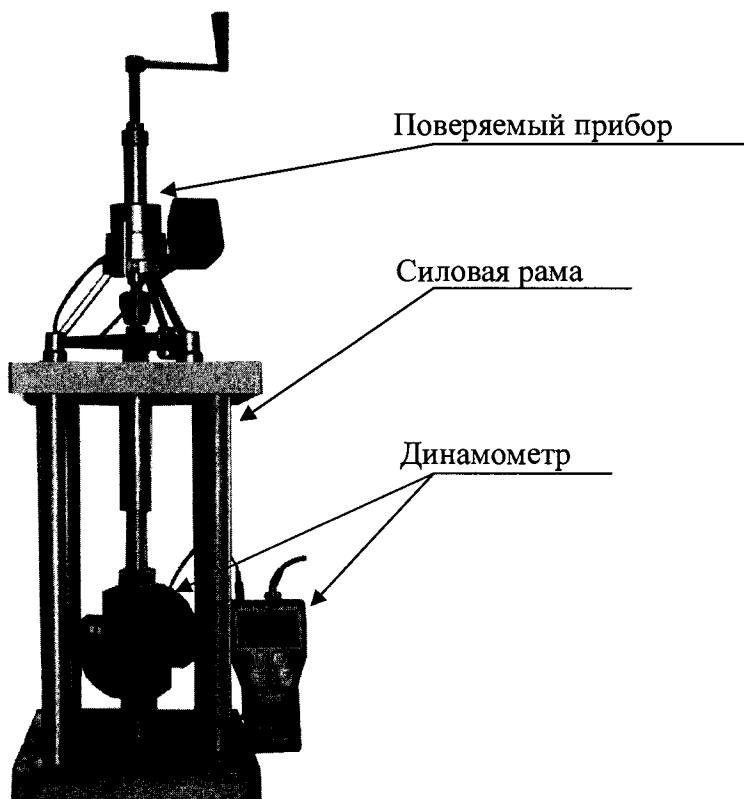

Рисунок 3 –Установка прибора при поверке
4.5.4.1 Динамометр устанавливают между нижней и верхней плитой силовой рамы, поверяемый прибор устанавливают опорами на верхнюю плиту силовой рамы. Схема установки прибора при поверке на рис. 3. Вращая регулировочную гайку по часовой стрелке, выбирают зазоры в винтовых соединениях, включают питание и производят автоподстройку прибора согласно руководству по эксплуатации.